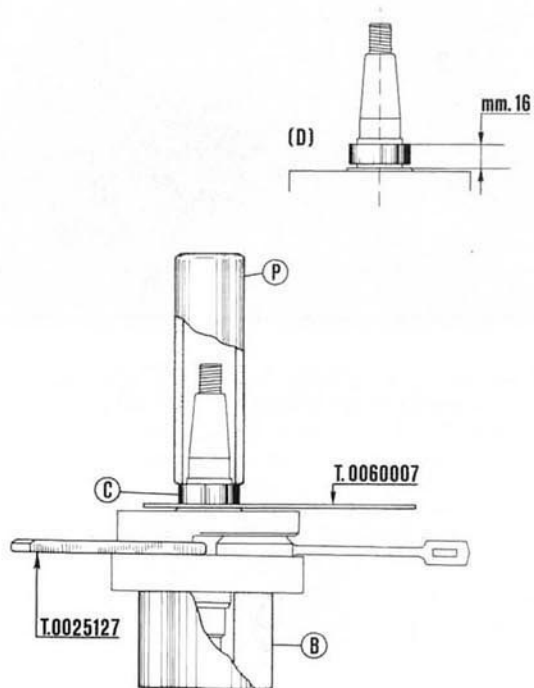

Fig. 78
Fig. 78 - **Inner ring of the roller main bearing.** Place the crankshaft (clutch side) on the base « B » of a suitable height and with the central hole \varnothing 35 mm. (1"38).
Fig. 78 - **Anillo int. cojinete de rodillos cigüeñal:** Introducir el cigüeñal lado embrague sobre una base de apoyo « B » con \varnothing int. 35 mm., y después de colocar el distanciador T. 0060007 montar la pista int. « C », calentada en baño de aceite a 100° C,
N. B. - When fitting the inner ring « C » insert between the crank, halves the proper wedge T.0025127 to avoid crankshaft deformations (see fig. 78).
N. B. - Durante el montaje de la pista « C » introducir la cuña T.0025127 entre los semicigüeñales para evitar deformaciones en el cigüeñal, (ver fig. 78).